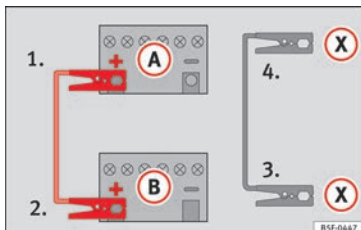

Abb. 193 Anschlusschema für Fahrzeuge mit Start-Stopp-System.
- Bei Fahrzeugen mit Start-Stopp-System klemmen Sie ein Ende des schwarzen Starthilfekabels (X) an einer geeigneten Massestelle, an ein mit dem Motorblock verschraubtes massives Metallteil oder an den Motorblock selbst an » » Abb. 193.
5. Klemmen Sie das andere Ende des schwarzen Starthilfekabels (X) im Fahrzeug mit der entladenen Batterie an ein mit dem Motorblock verschraubtes massives Metallteil oder an den Motorblock selbst, aber an einer weit von der Batterie (A) entfernten Stelle an.